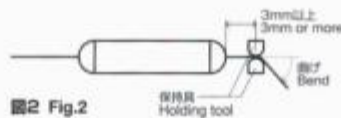

図2 Fig.2
- リード線を曲げ加工する際には、曲げる部分とボディの間を道具で保持し、ボディから3mm以上離れた部分を緩やかに曲げて下さい。また、決してボディを道具で挟まないで下さい。(図2参照)
4. When bending a lead wire for installation, fix the part of the lead between the body and the lead section to be bent using a tool, and gently bend the lead section that is at least 3 mm from the body. Never hold the body with a tool. (see Fig.2).